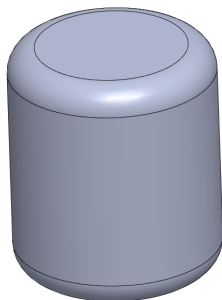

图 7-92 圆角曲面对象
(4) 单击【确定】按钮，即可圆角曲面对象，如图 7-92 所示。